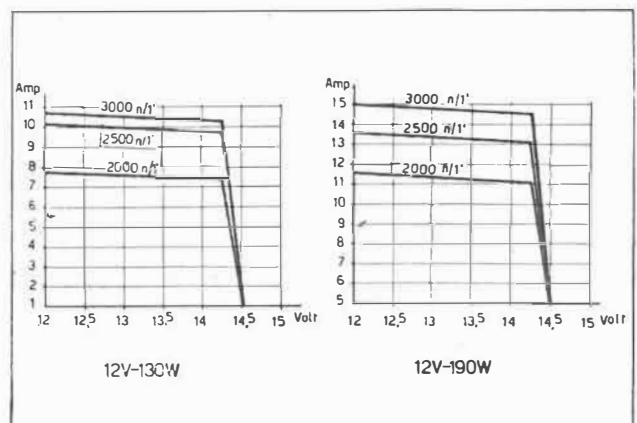

Fig. 60
Il diagramma (Fig. 60) riporta i valori di corrente (Amp) in funzione della tensione (Volt) della batteria e del numero giri, a temperatura 25°C.
Diagram in Fig.60 shows current values (Amp.) as a function of battery voltage (Volts) and of r.p.m., at a temperature of 25°C.
Le diagramme (fig.60) indique les valeurs du courant (Amp.) en fonction de la tension (V) de la batterie et du nombre de tours, à la température de 25°C.